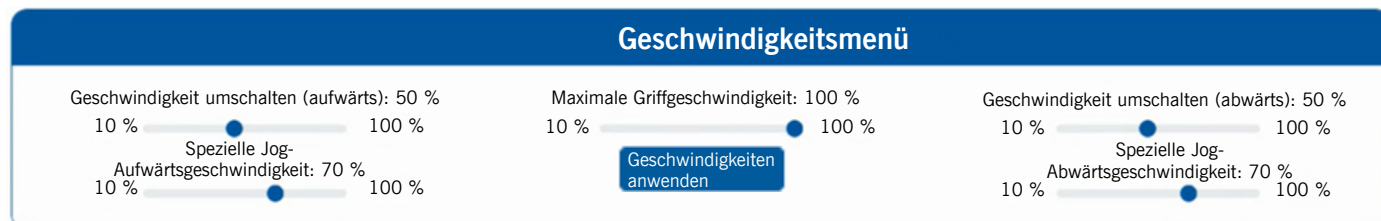

Abbildung 4B-43. Smart Connect-Geschwindigkeitsmenü
2. Melden Sie sich bei der Smart Connect-Benutzeroberfläche an und wählen Sie **Programmmenü>Geschwindigkeitsmenü** auf dem Smart Connect-Startbildschirm. Der Bildschirm in **Abbildung 4B-43** wird angezeigt.